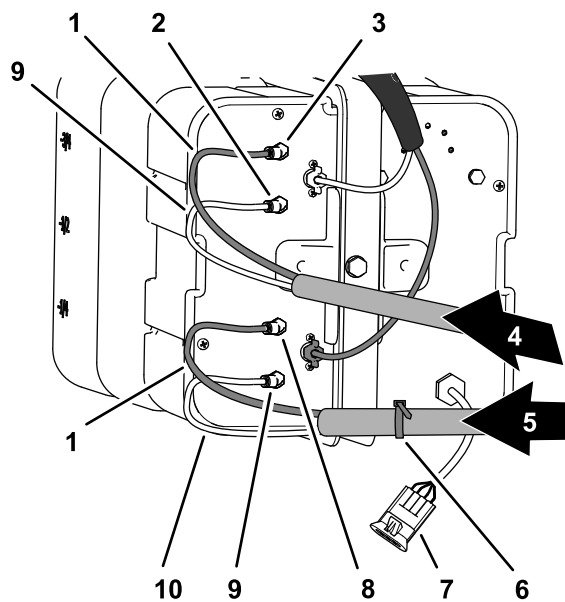

图16
1. 在用于泡沫标记组件的压缩机接线面板上将扎带环绕固定到右喷洒段的透明和蓝色管子上 图16。